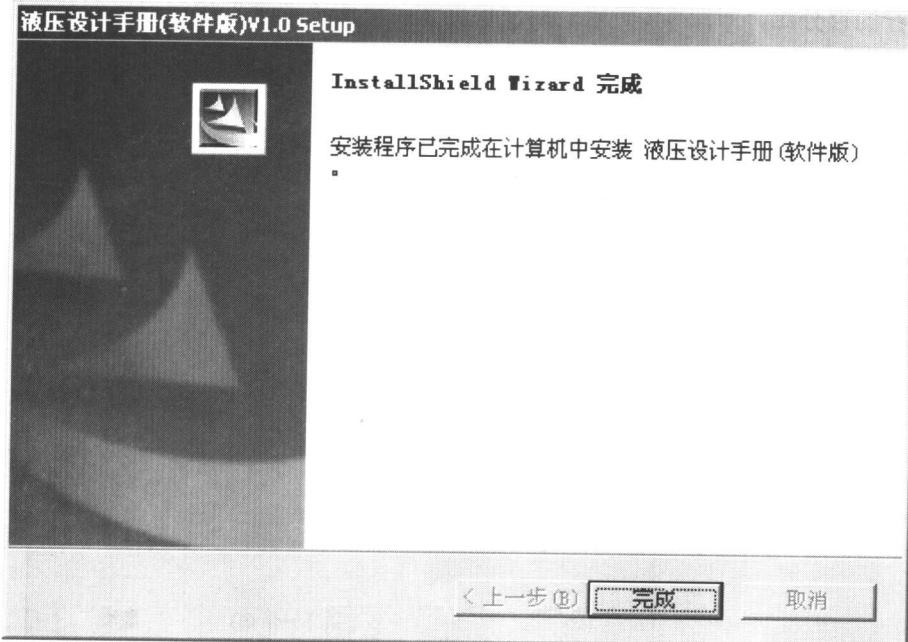

图 1.10 结束安装界面
(9) 最后, 屏幕上出现安装程序的结束界面, 如图 1.10 所示。单击“完成”按钮, 完成整个安装过程。